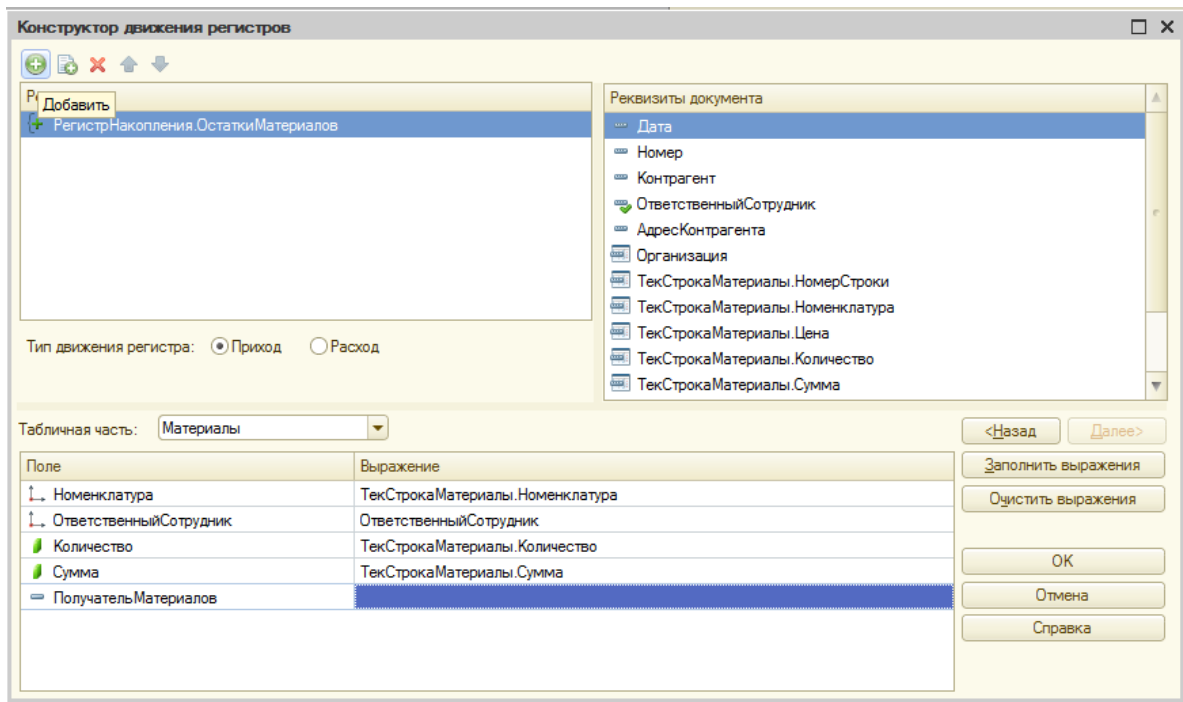

Рисунок 23.15 – Добавление регистра бухгалтерии
4.2 В появившемся окне через кнопку **Добавить** (рисунок 23.15) добавим новый регистр бухгалтерии в список.